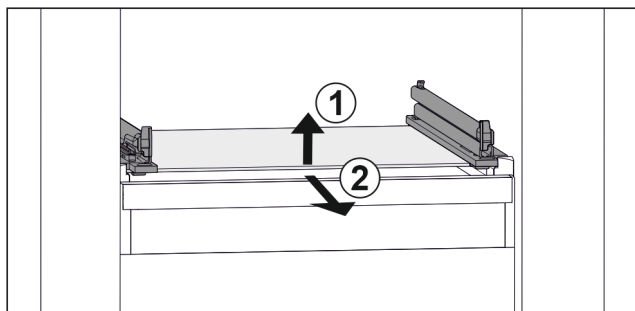

Fig. 139 Lasihyllyn esimerkinomainen kuvaus
- ▶ Nosta lasihyllyä edestä. Fig. 139 (1)
- ▶ Poista lasihylly vetämällä sitä eteenpäin. Fig. 139 (2)